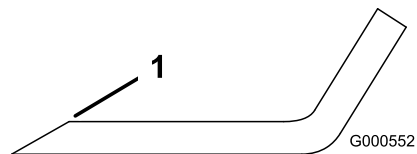

Figure 71
1. Au moyen d'une lime, aiguisez les tranchants aux deux extrémités de la lame (Figure 71).
Remarque: Si la lame est déséquilibrée, limez un peu l'extrémité de l'ailette seulement (Figure 71).